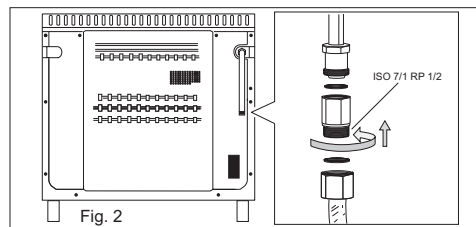

Fig. 2
- met behulp van een stijve ijzeren of koperen buis (zie fig. 2).